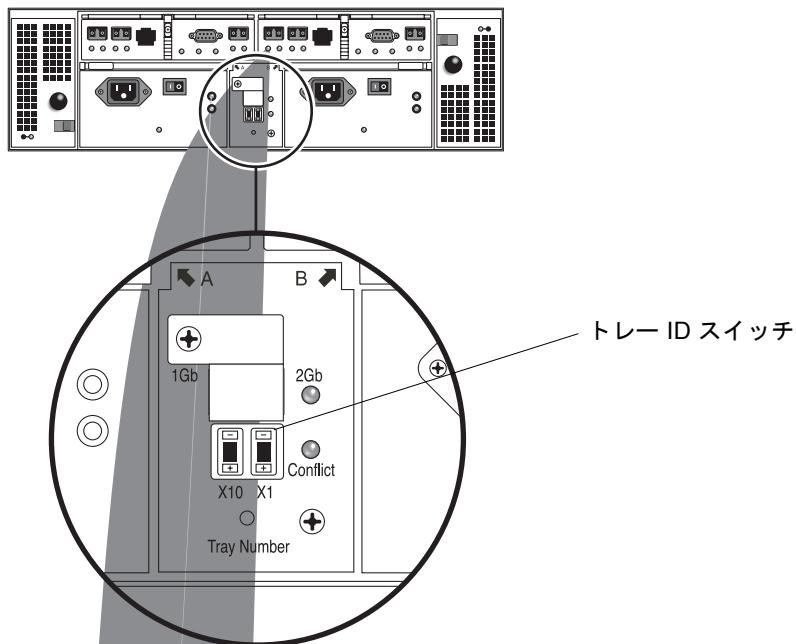

図 3-9 トレー ID スイッチ
- トレー ID スイッチは、装置の背面の 2 つの電源装置の間にあります (図 3-9)。